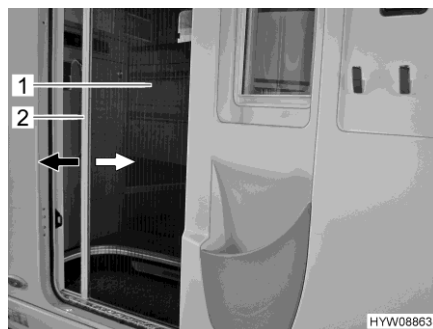

Bild 59 Insektenschutz (Wohnraumtür)
- Griffleiste (Bild 59,2) mit beiden Händen fassen und Insektenschutz (Bild 59,1) gleichmäßig aus der Türaufnahme ziehen.
- Griffleiste (Bild 59,2) mit beiden Händen fassen und Insektenschutz (Bild 59,1) mit leichtem Druck zurück in die Türaufnahme schieben.